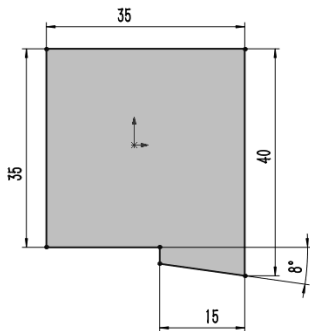

图 3-67 标注尺寸
**04** 标注尺寸。单击“草图”控制面板中的“智能尺寸”按钮，为草图添加尺寸，如图 3-67 所示。